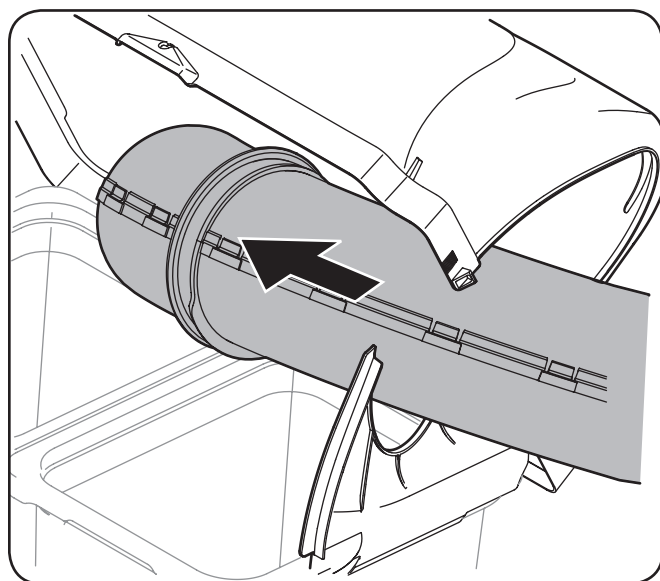

Figura 4-25
2. Con la tapa del colector abierta, instale el canal de descarga superior a través de la abertura del canal de descarga, como se muestra en la Figura 4-25.